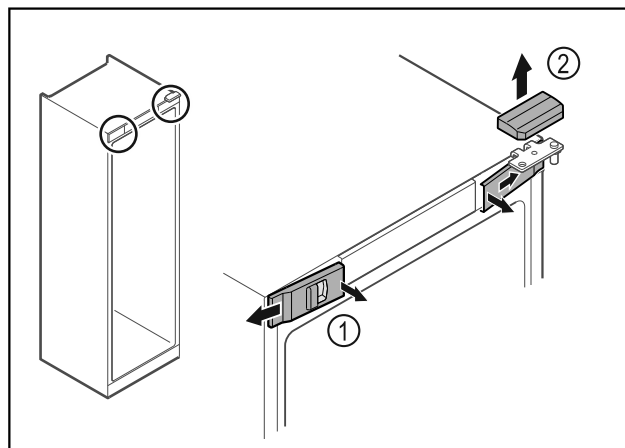

Fig. 18
- ▶ Klik de forreste indvendige afdækninger Fig. 18 (1) ud, og tag dem af i siden.
- ▶ Tag den øverste afdækning Fig. 18 (2) af opefter.